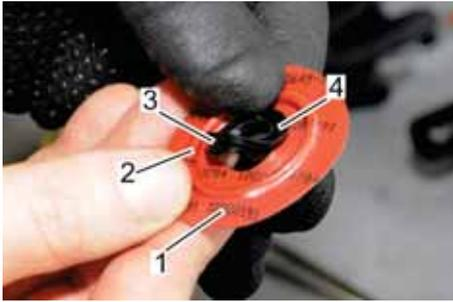

Abb. 69: Einknüpfdichtung in Sickenformmembran einlegen
7. Die Einknüpfdichtung (Abb. 69/4) mit der Nut (Abb. 69/3) in die Bohrung der Sickenformmembran (Abb. 69/1) einsetzen.